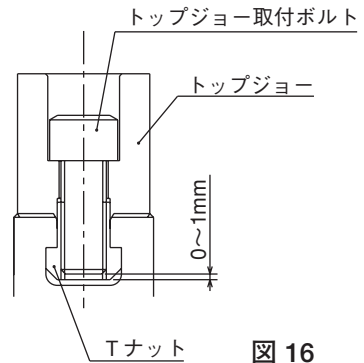

図16
- ジョー取付ボルトのTナットに対するねじ込み深さが浅いと、Tナットが破損し、ジョーや工作物が飛散して危険。取付ボルトが長すぎてTナット底面から突き出ている場合も、トップジョーが固定されないため、ジョーや工作物が飛散して危険。従って、ジョー取付ボルトの全長はTナットの底面より0~1mm程度とすること。(図16参照)